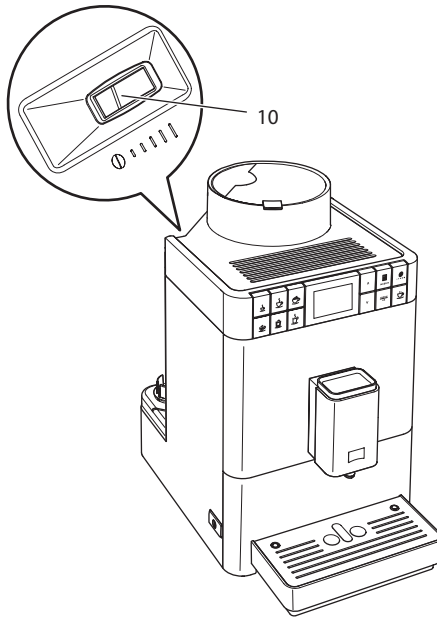

Abb. 16: Hebel für die Einstellung des Mahlgrads
- » Am Gehäuse wird der Hebel "Mahlgradverstellung" (10) sichtbar.
2. Stellen Sie den Hebel nach links oder nach rechts, wie auf Abb. 16 abgebildet.